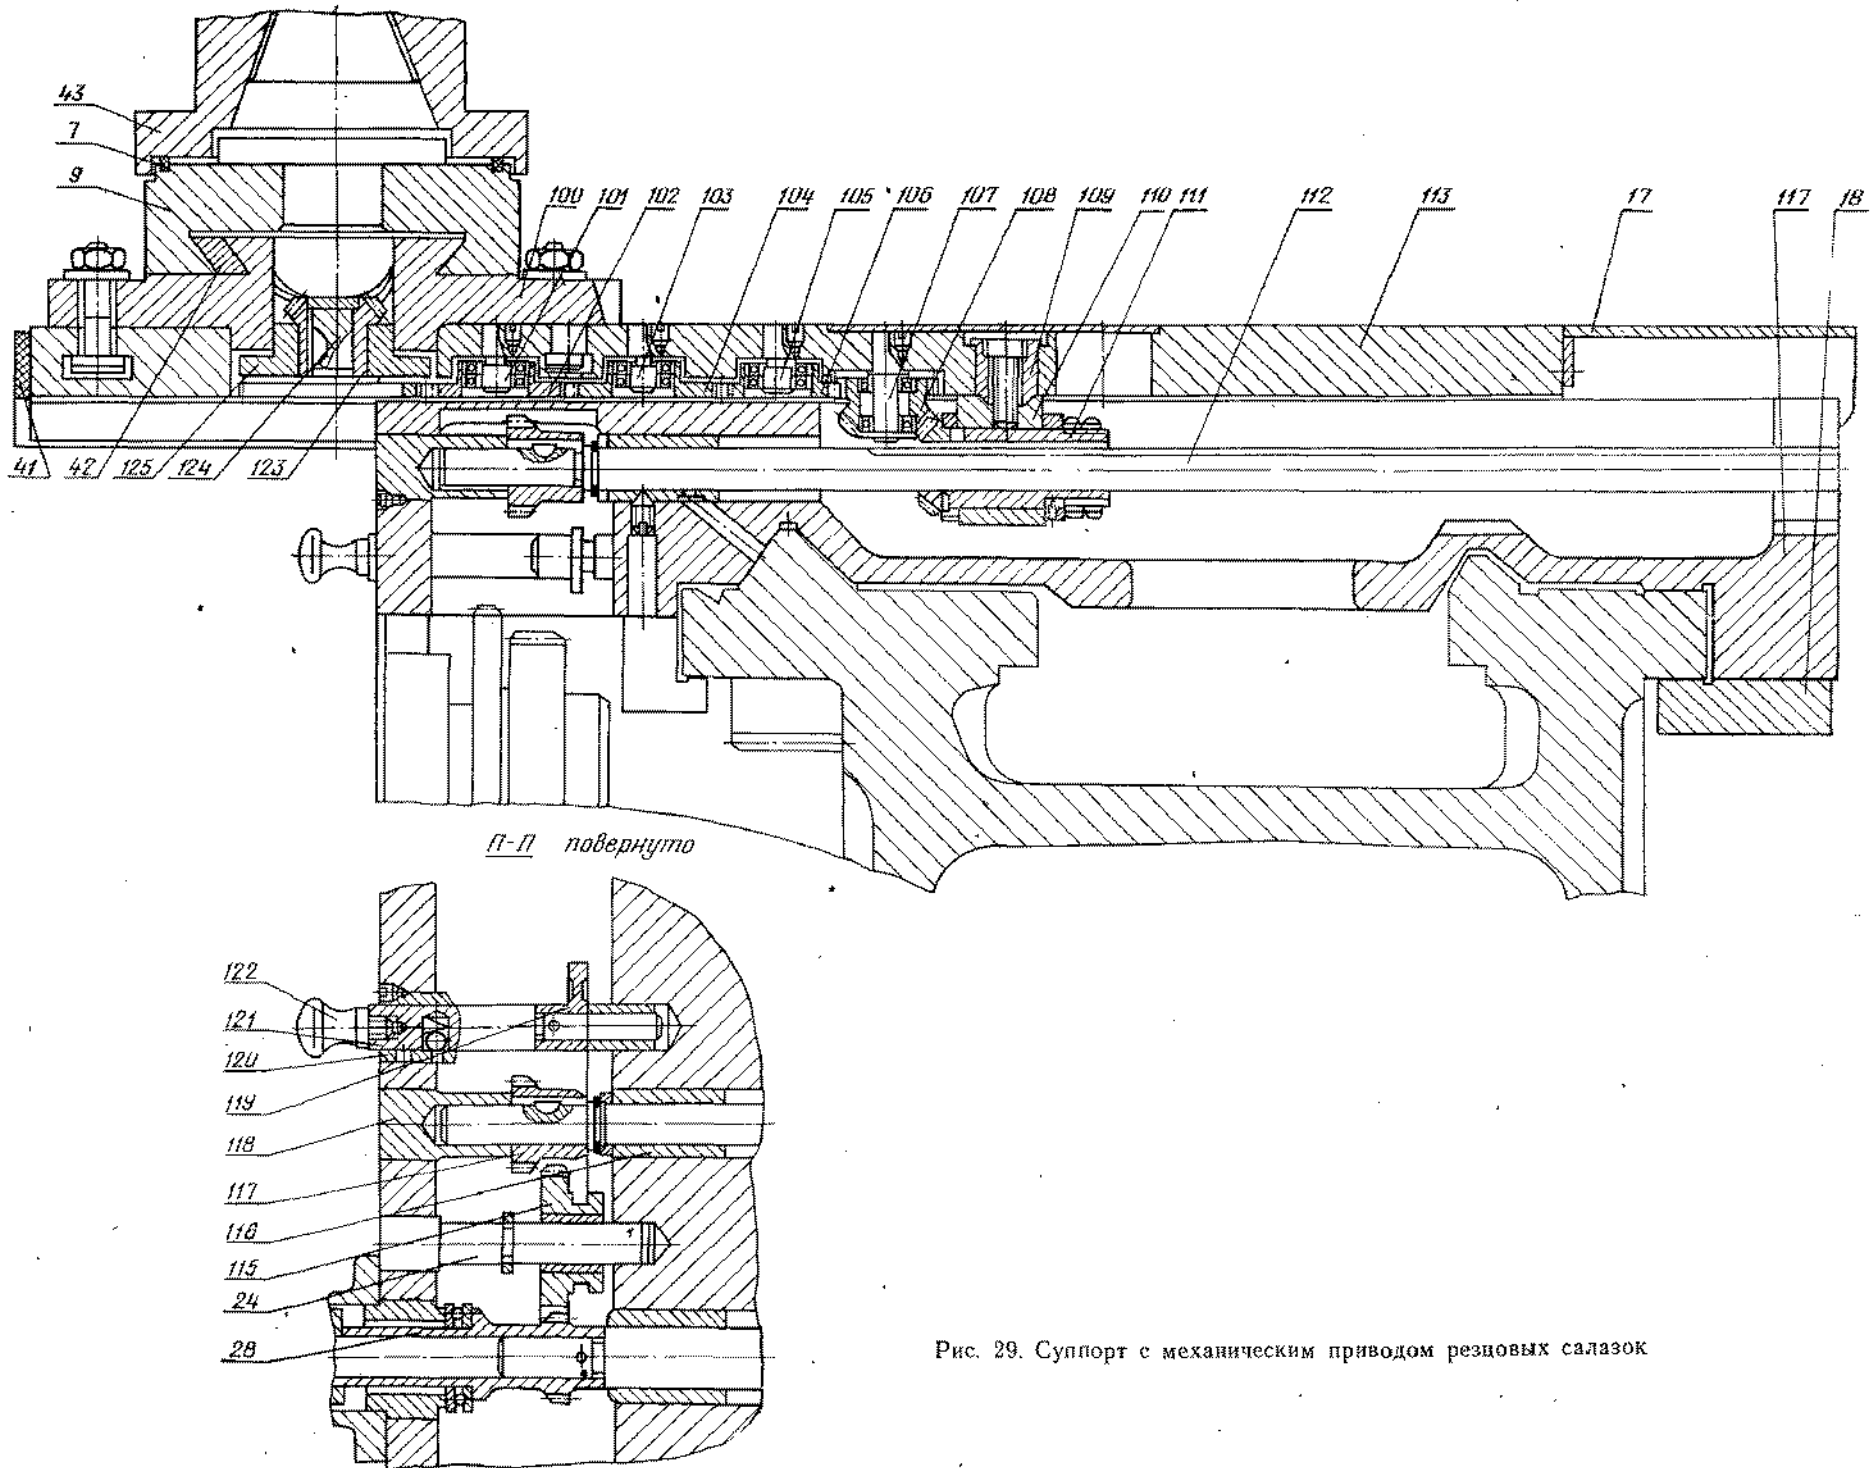

Рис. 29. Суппорт с механическим приводом резцовых салазок
13.5.7. Станок модели 16К20П комплектуется суппортом с механическим приводом резцовых салазок (рис. 29, 30), который также по особому заказу может быть поставлен со станком модели 16К20. Включение механического перемещения резцовых салазок 9 осуществляется вытягиванием на себя кнопки 122 при зажатой рукоятке 129. Величина подачи резцовых салазок равна  $\frac{1}{4}$  величины продольной подачи суппорта.